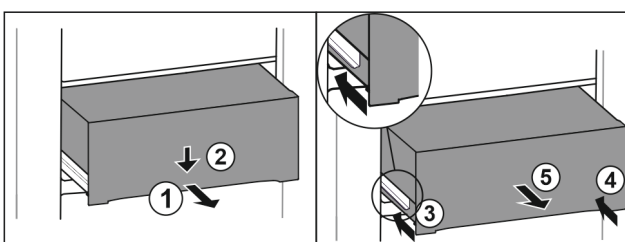

Fig. 64
- ▶ Estrarre il cassetto a metà. Fig. 64 (1)
- ▶ Premere il cassetto sul lato anteriore verso il basso. Fig. 64 (2)
- ▶ Spingere la guida sinistra di circa 2 cm verso l'interno. Fig. 64 (3)
- ▶ Spingere la guida destra di circa 2 cm verso l'interno. Fig. 64 (4)
- ▶ Rimuovere il cassetto tirandolo in avanti. Fig. 64 (5)